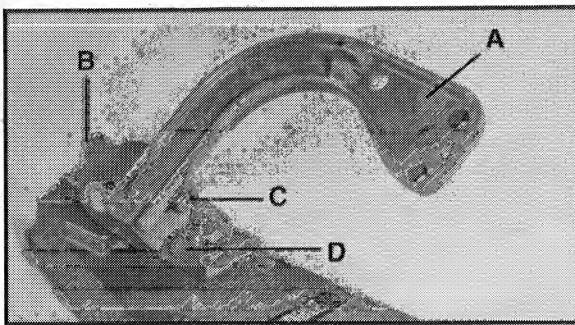

Fig. 3
3. Monte el brazo (A), Fig. 3, en el conjunto de bisagra (B) utilizando los dos pernos de $\frac{3}{8}$ "-16 x $1\frac{1}{2}$ " de longitud y las arandelas de $\frac{3}{8}$ " de D.I. x $\frac{3}{4}$ " de D.E. (C) y (D). Gire el brazo (A) de manera que la ranura alargada superior quede centrada con el perno superior (C) y apriete firmemente los pernos.